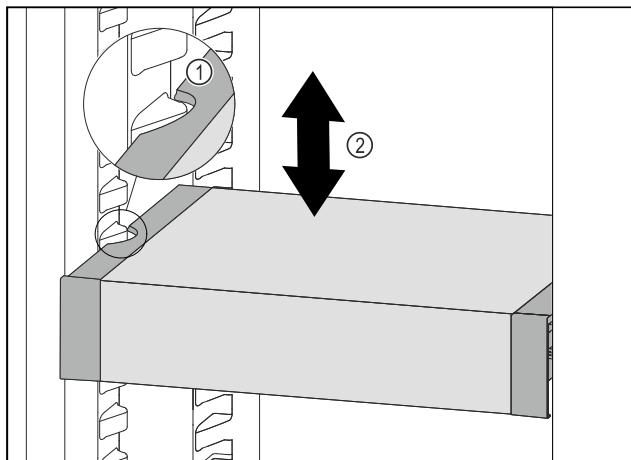

Fig. 60
- Тяните VarioSafe вперед, пока боковые выемки VarioSafe не окажутся на высоте выступа резервуара в холодильном отделении. Fig. 60 (1)
- Двигайте VarioSafe в холодильном отделении вверх или вниз, пока не будет достигнута требуемая высота. Fig. 60 (2)